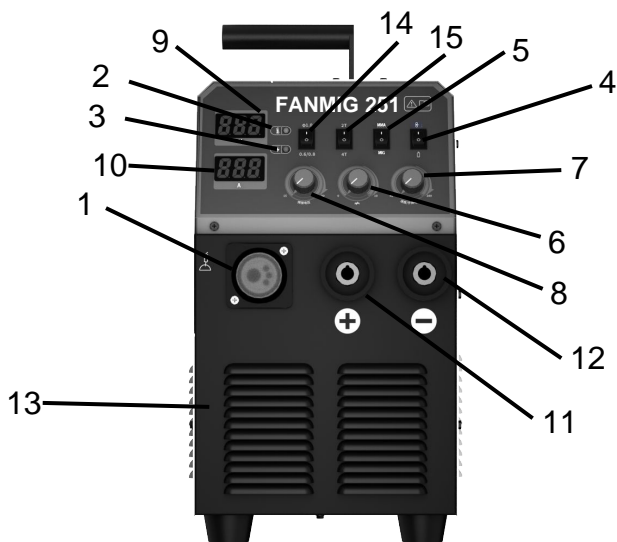

Рис. 1 Передняя панель аппарата.
1. На передней панели сварочного аппарата имеются панельные розетки «+» и «-» (поз. 11 и 12, рис. 1). Существуют два способа подключения сварочных принадлежностей:
2. Переведите переключатель MIG/MMA (поз. 5, рис. 1) в положение MIG.
3. Нажмите переключатель холостого прогона проволоки (поз. 4, рис. 1) для протяжки проволоки через горелку.